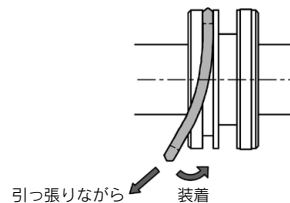

図5 ピストンパッキンの装着
- ③8 ロッドパッキンA: パッキンの方向を間違えないように装着します。
- ③5 ピストンパッキン: 図5のようにパッキンを引っ張りながら装着してください。